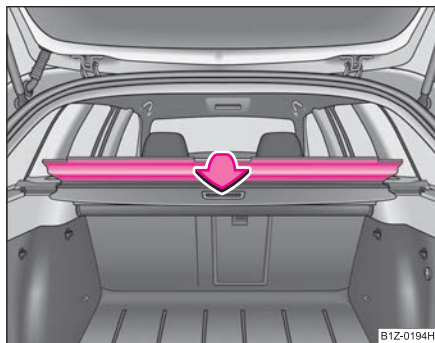

Fig. 85 Rabatarea capacului compartimentului de depozitare
- Rabatați capacul în spatele scaunelor din spate ⇒ fig. 85.
- Trageți peretele de curelușă (A) din carcasă (B) în direcția suporturilor (C) ⇒ fig. 85.
- Introduceți bara transversală în locașurile (C) și apăsați bara în față.
- În același mod fixați bara pe partea cealaltă a autovehiculului, locașul (C).
- Rabatați capacul în spatele scaunelor din spate ⇒ fig. 85. ►